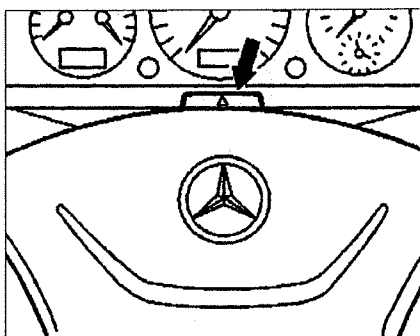

Рис. 1.28. Проверка аварийной сигнализации.
12. Нажмите выключатель аварийной сигнализации (см. рис. 1.28). Проверьте работу аварийной сигнализации.